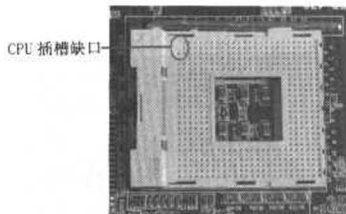

图 1-8 CPU 插槽缺口
- ❶ 首先在主板上找到 CPU 的插槽, 然后找到 CPU 插槽的缺口, 如图 1-8 所示。